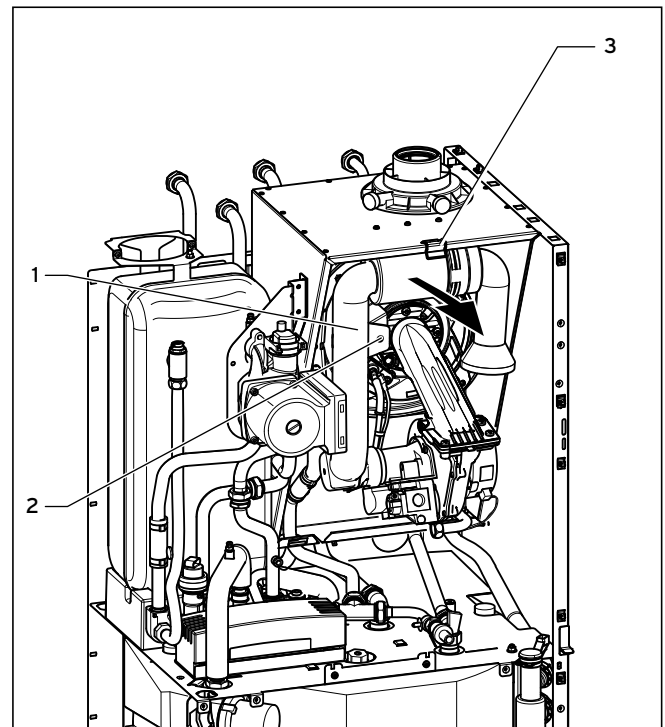

Abb. 6.4 Ansaugrohrverlängerung abklappen
- Klappen Sie die Ansaugrohrverlängerung (1, Abb. 6.4) wieder nach oben.
- Befestigen Sie die Ansaugrohrverlängerung (1, Abb. 6.4).